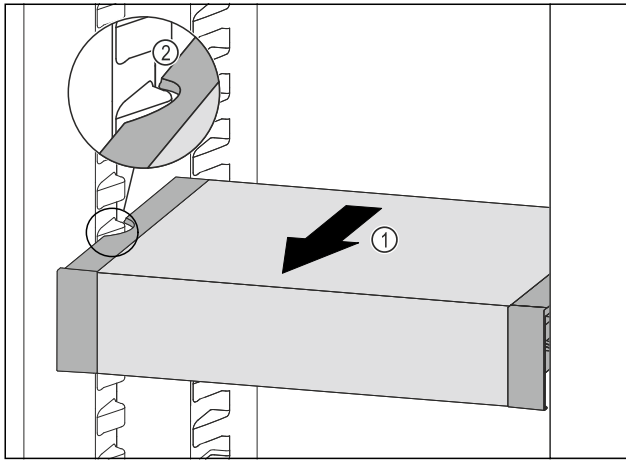

Fig. 72
- ▶ Потягнути VarioSafe вперед Fig. 72 (1), поки бокові заглиблення VarioSafe не опиняться на рівні ребра для резервуара в охолоджувальному відділенні. Fig. 72 (2)